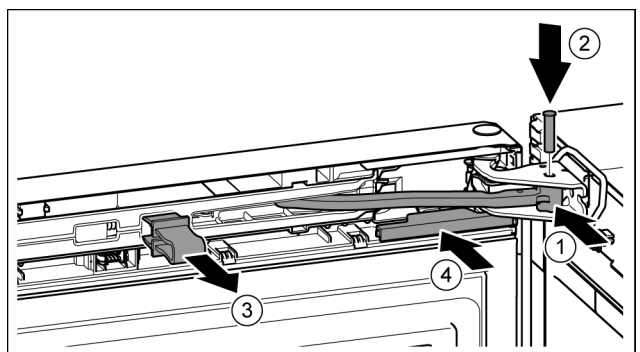

Fig. 48
- ▶ Gire la articulación en el soporte de cojinete. Fig. 48 (1)
- ▶ Introduzca el perno en el soporte de cojinete y la articulación. Preste atención a que el saliente de retención descansa correctamente en la ranura. *Fig. 48 (2)*
- ▶ Retire el seguro. *Fig. 48 (3)*
- ▶ Desplace la cubierta. *Fig. 48 (4)*